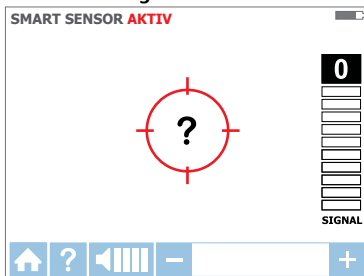

Abbildung 3.1d:
3. Halten Sie den Empfänger so, dass der SMART SENSOR™ auf den Zielbereich zeigt. Falls ein „?“ in einem roten Fadenkreuz blinkt, wurde kein Signal erkannt (Abbildung 3.1d). Bringen Sie den SMART SENSOR™ näher an den Zielbereich, bis das Signal erkannt wird und Sie einen Richtungspfeil sehen. Falls kein Signal erkannt werden sollte, erhöhen Sie die Empfindlichkeit mit der „+“-Taste am Empfänger.\*